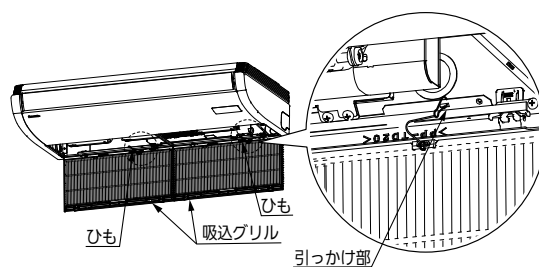

図 26
- 吸込グリルを取り付けるときは、下図のように吸込みグリルの落下防止ひもを室内ユニット引っ掛け部に引っかけてください。（図 26）